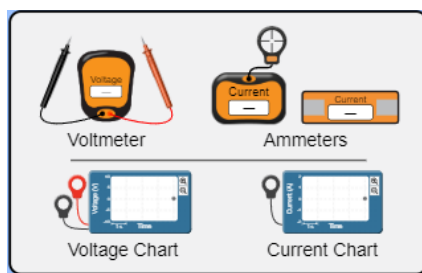

Рис. 24.4 Вимірювальні прилади вебсимуляції
3. З правого стовпчика взяти два осцилографи Voltage Chart (рис. 24.4) і порівняти графіки зміни напруги на наступних елементах схеми: